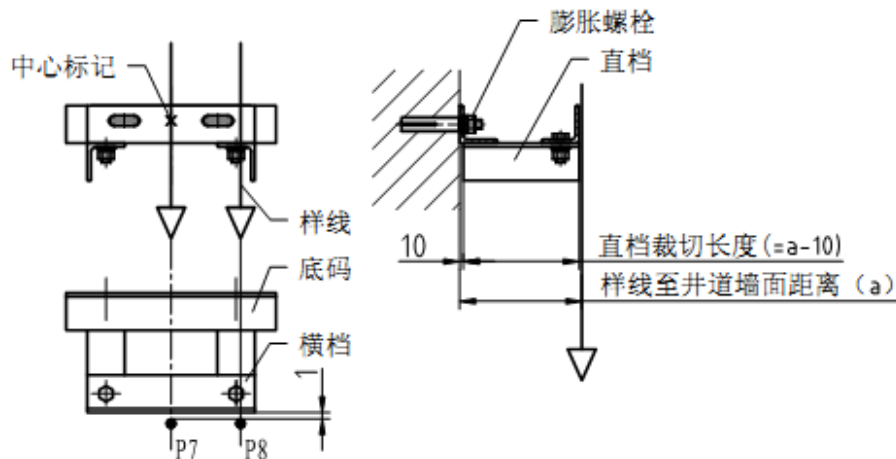

图 5-3 型钢样板架固定方式
- 5.2.4 按照图 5-3 所示, 自下而上用校导尺校准导轨。采取添加和减少导轨垫片的方法, 保证校准锤线与校导尺缺口对齐; 扭转辅助线与两校导尺刀口面平行 (尖端与扭曲辅助线重合)。